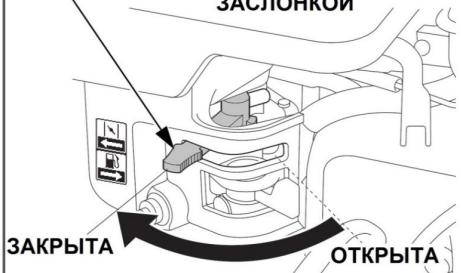

Рис. 18 Рычаг управления воздушной заслонкой
Максимальный уровень масла в картере соответствует нижней кромке заливного отверстия (Рис. 18).
2. Закройте воздушную заслонку карбюратора. Для этого переведите рычаг управления воздушной заслонкой в крайнее левое положение (Рис. 18).